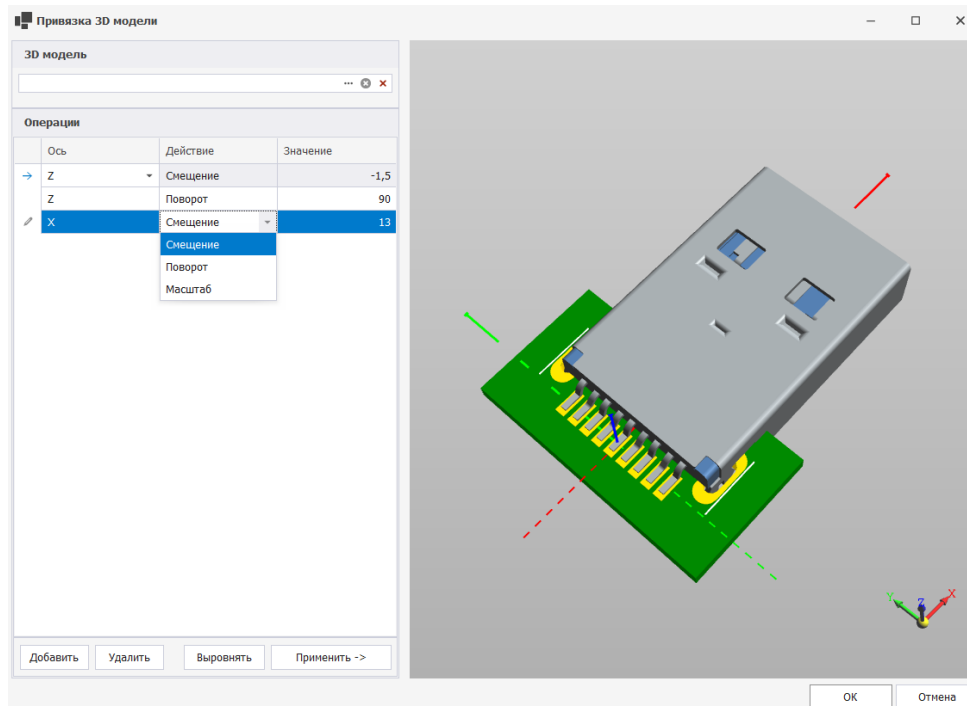

Рис. 155 Внешняя 3D-модель, привязанная к выбранному посадочному
7. В случае когда автоматическое выравнивание не дает требуемого результата, необходимо создать цепочку операций вручную, см. Рис. 155.